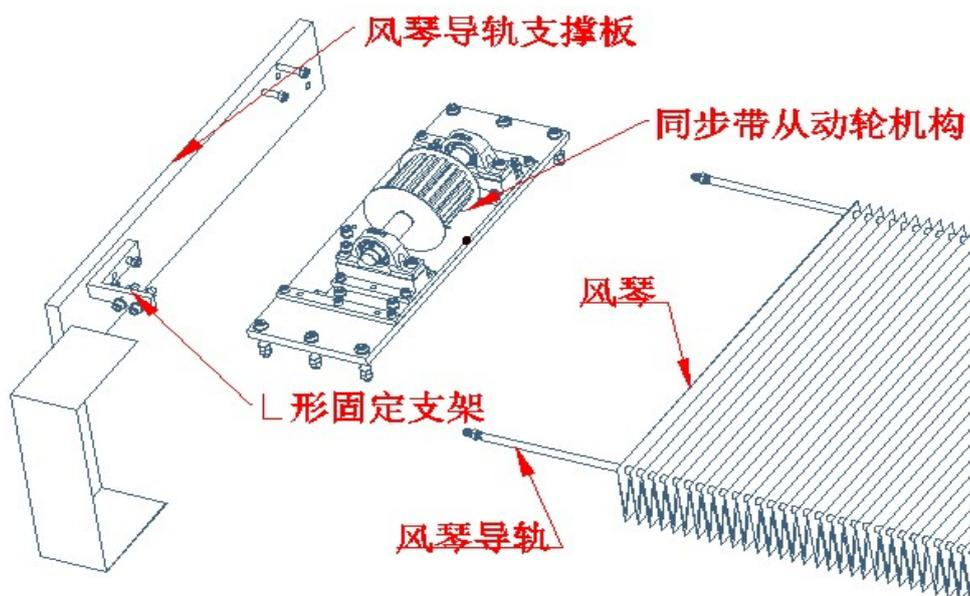

图 7-17 同步带张紧示意图
- 拆下同步带从动轮一端的风琴导轨支撑板（如图 7-17 所示）；